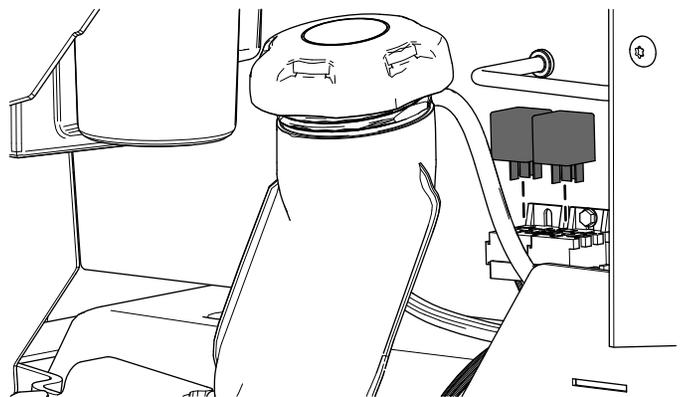

Figura 17
5. Instale los 2 relés (Figura 17).